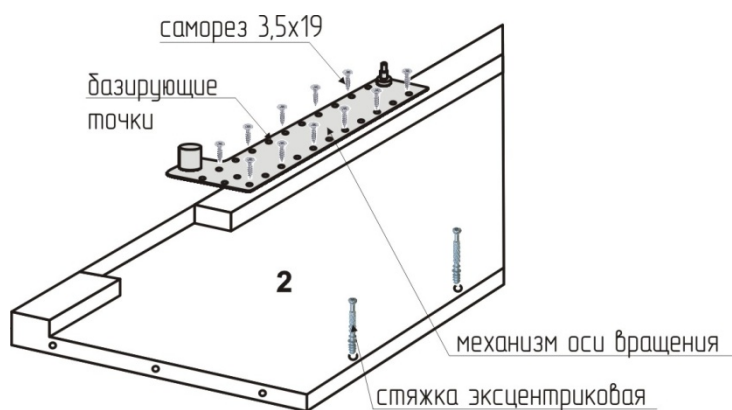

рис. 3
3. На боковины (2) по базирующим точкам установить механизм оси вращения, используя саморезы 3,5x19. Установить эксцентриковую стяжку (рис.3).